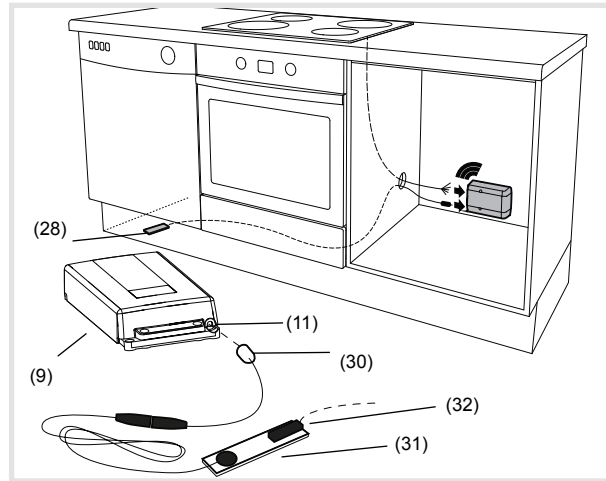

Bild 8: Montage Wasser Leckage Sensor
(30) Stecker Wasser Leckage Sensor
(31) Wasser Leckage Sensor
(32) Anschlussbuchse für weiteren Wasser Leckage Sensor
- Stecker des Leckage Sensors (30) in die Buchse an der Spannungsunterbrechung (11) stecken.
- Wasser Leckage Sensor (30) z. B. unter die Spülmaschine legen (Bild 8).
- Optional: Weiteren Wasser Leckage Sensor an die Buchse (32) des vorderen Sensors (30) stecken.